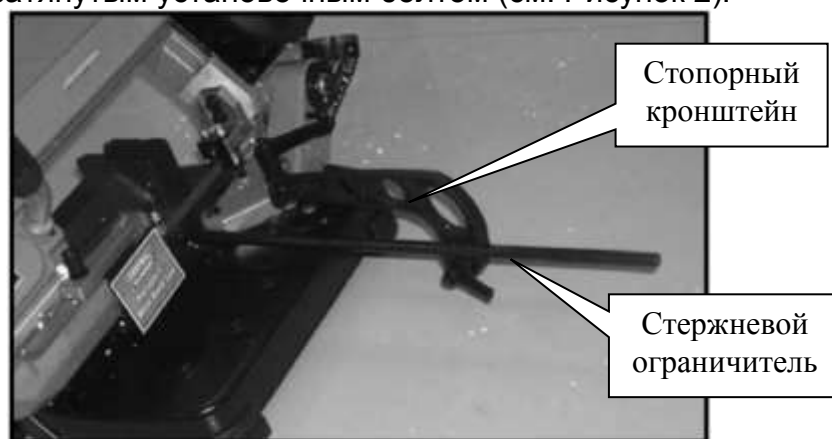

Рисунок 2
- б. По стержневому ограничителю скользит стопорный кронштейн, положение которого удерживается затянутым установочным болтом (см. Рисунок 2).